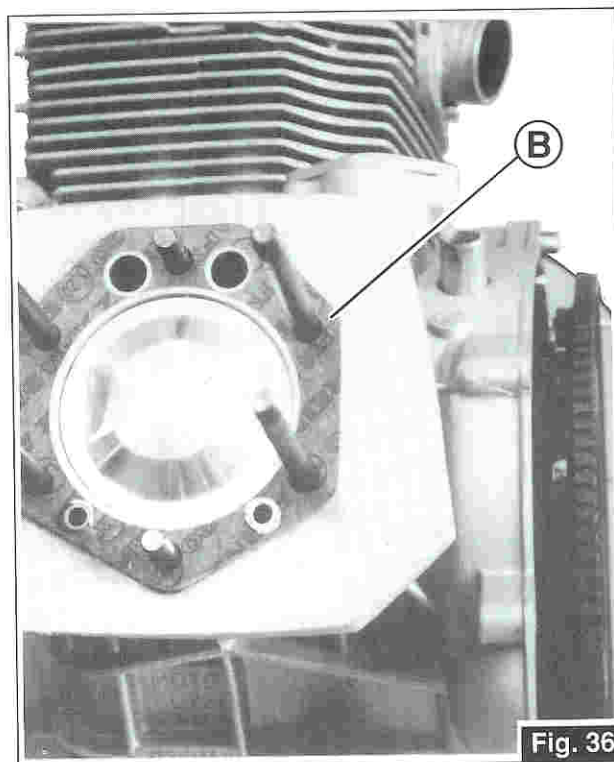

Fig. 36
- Togliere la guarnizione «B» tra testa e cilindro, ed estrarre il cilindro (Fig. 36, 37 e 38).
- Remove gasket «B» between head and cylinder, and draw out the cylinder (Fig. 36, 37 and 38).